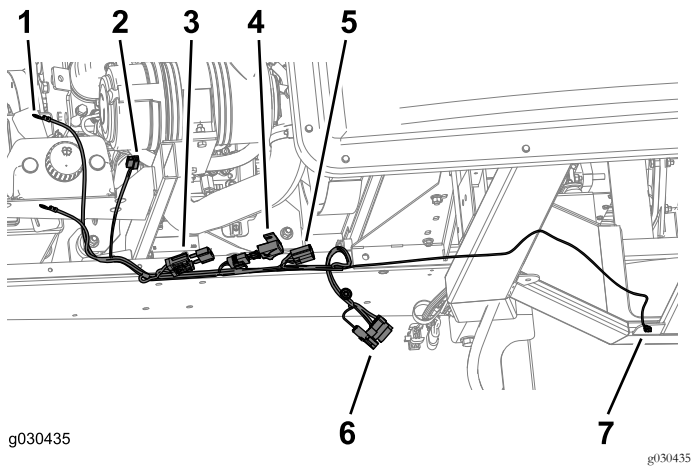

Bild 47
1. Verlegen Sie den Kabelbaum entlang der rechten Seite des Maschinenrahmens (Bild 47).